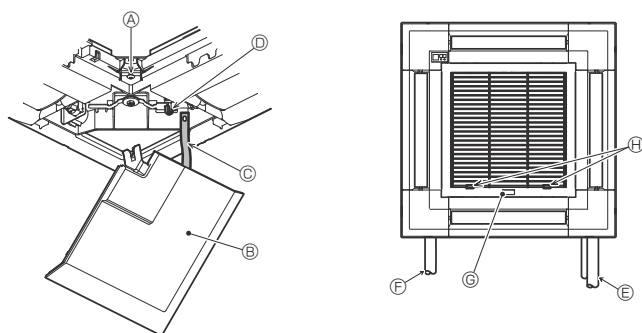

Fig. 9-11
9.5. Installazione della griglia di ingresso (Fig. 9-11)